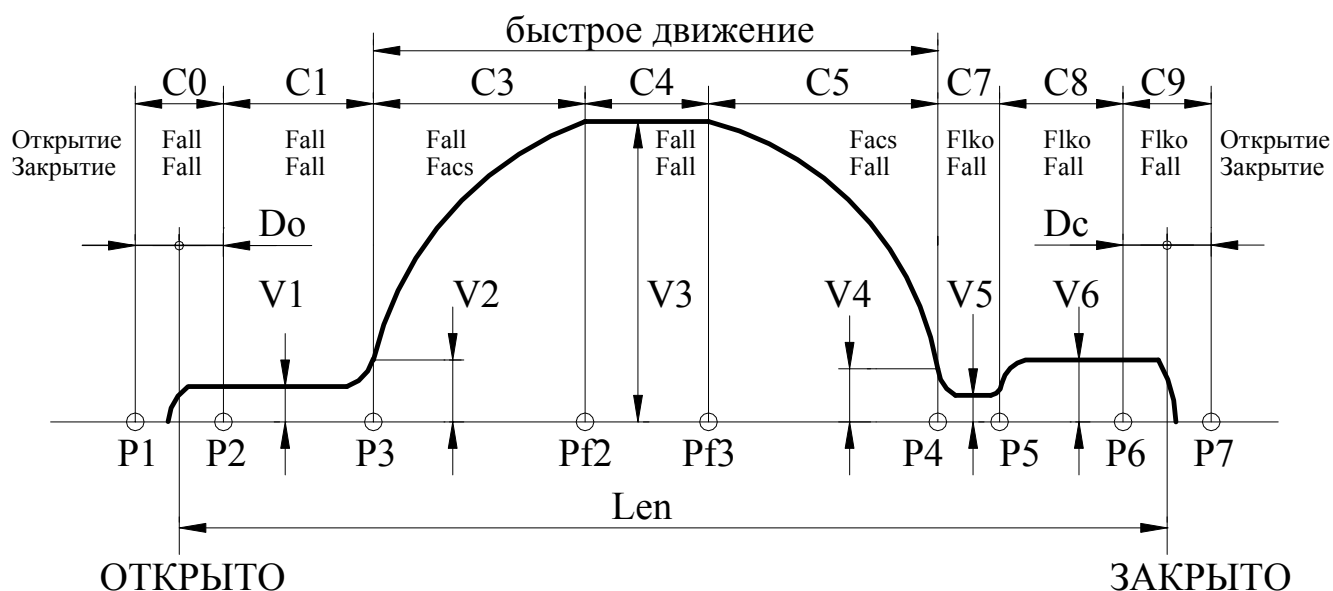

Рис.6. Траектория движения.
3.7.3.4. Для осуществления измерения проема нужно записать нуль в ячейку $Len=tP.21$. После этого необходимо подать команду ЗД. При **полном закрытии**, когда одновременно поданы команды ЗД и ДК и *Устройство* определило наличие упора в зоне С9 (см. **рис.6**), произойдет синхронизация *Устройства* на минимально возможном значении проема и будет замкнут СК ВКЗ. После этого нужно подать команду ОД. При выходе из конечной зоны закрытия, равной $DC+C_VKZ$, разомкнется СК ВКЗ. При получении упора при открытии будет замкнут СК ВКО. *Устройство* сравнит полученное значение длины проема с минимальным и максимальным значением и, если оно будет находиться в допустимых пределах, произойдет запись полученного значения в память, в противном случае будет выдана ошибка **ELrL** (длина проема находится вне допустимых пределов) и записи полученного значения в память не произойдет.
3.7.4.2. При **полном закрытии**, когда одновременно поданы команды ЗД и ДК и *Устройство* определило наличие упора в зоне С9 (см. **рис.6**), произойдет синхронизация *Устройства* на значении проема, ранее измеренного и записанного в память ($Len=tP.21$).
3.7.4.3. Если одновременно поданы команды ЗД и ДК и *Устройство* определило наличие упора **вне** зоны С9 (см. **рис.6**), то *Устройство* разомкнет СК РВМ (механическое препятствие).
3.7.6.3. Одностороннее удержание положения реализуется автоматически после получения открытого состояния (замкнулся СК ВКО) с силой *Fарго*, причем точка удержания в зоне открытия равна $Xарго=Do+30-Dкееро$ (при полном открытии $Xарго=0$), где *DO* – ширина зоны *С0* (рис.6), т.е. точка удержания позиционируется относительно точки *DO* или начала зоны *С0*. При этом при подходе к точке удержания сила и скорость уменьшаются.
3.7.7.4. *Устройство* обрабатывает траекторию движения, показанную на рис.6, справа налево.
- 3.7.8.4. *Устройство* обрабатывает траекторию движения, показанную на **рис.6**, слева направо.
- 3.7.8.7. При **полном закрытии**, когда *Устройство* определило наличие упора в зоне С9 (см. **рис.6**), замыкается СК ВКЗ. После этого *Устройство* переходит в режим одностороннего удержания.
- 3.7.8.8. Если одновременно подана команда ДК и *Устройство* определило наличие упора в зоне С9 (см. **рис.6**), замыкается СК ВКЗ и происходит дополнительная синхронизация *Устройства* на значении проема, записанного в память.
- 3.7.9.4. Если Var_sl=0, то при возникновении препятствия и повторном закрытии наличие препятствия не обрабатывается. Если Var_sl=1, то точка препятствия запоминается и происходит замедление скорости движения при подходе к точке препятствия до *Vbar*. При отсутствии препятствия в том же месте, дальнейшее движение происходит по кривой, указанной на **рис.6**.
- **E0L** – переезд зоны полного открытия (**C0**, **рис.6**) или полного закрытия (**C9**, **рис.6**). *Синхронизация* в этом случае выключается. Ошибка сбрасывается при смене кода направления вращения, но затем необходимо провести *синхронизацию* заново. При повторном неоднократном возникновении данной ошибки можно провести **измерение проема**, если затем эта ошибка все равно будет возникать, необходимо проверить механику привода.
3.8.1. Рис.6, на котором показана траектория движения, отслеживаемая *Устройством*, поясняет назначение многих параметров, рассмотренных ниже. На рис.6 отображено также распределение сил на участках траектории отдельно при открытии и при закрытии (при переходе в режим удержания устанавливается соответствующая сила удержания).